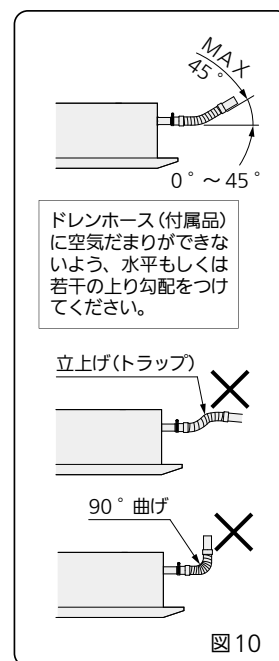

図 10
- 付属のドレンホースは 90° 曲げで使用しないでください。（最大 45°）（図 10）